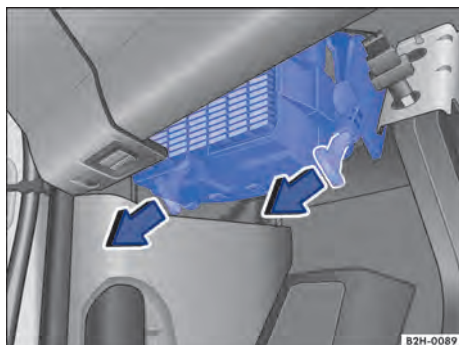

Fig. 164 Caixa de fusíveis abaixo do painel de instrumentos (veículos com direção à esquerda).
- Para destravar a caixa de fusíveis, puxar a alavanca de travamento para baixo, na direção da seta ⇒ Fig. 164.